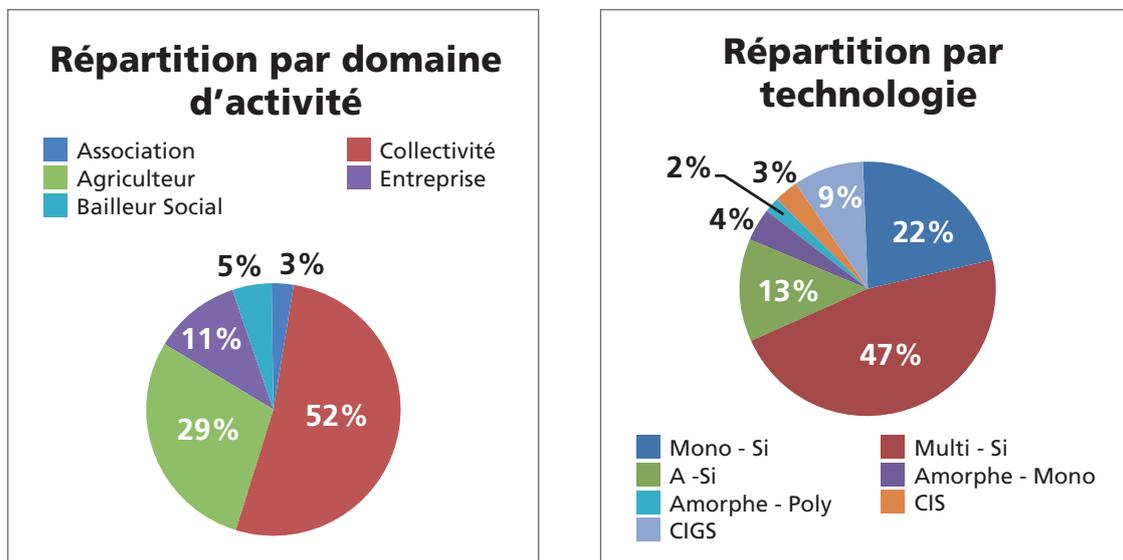

Figure 1 : Répartitions par activité du porteur du projet et par technologie de modules
La figure 1 ci-dessous illustre la répartition des projets lauréats des appels à projets photovoltaïque selon le domaine d'activité du porteur de projet, et selon la technologie mise en œuvre.
- Pour ce qui est des technologies, les lauréats ont majoritairement eu recours au cristallin (en toiture d'abord, puis pour les diverses intégrations hors toiture) mais la percée des technologies à couches minces se retrouve dans le graphe de la figure 1, puisqu'elles cumulent près de 31 % du nombre d'installations. En tête, on retrouve majoritairement les modules CIS et CIGS.